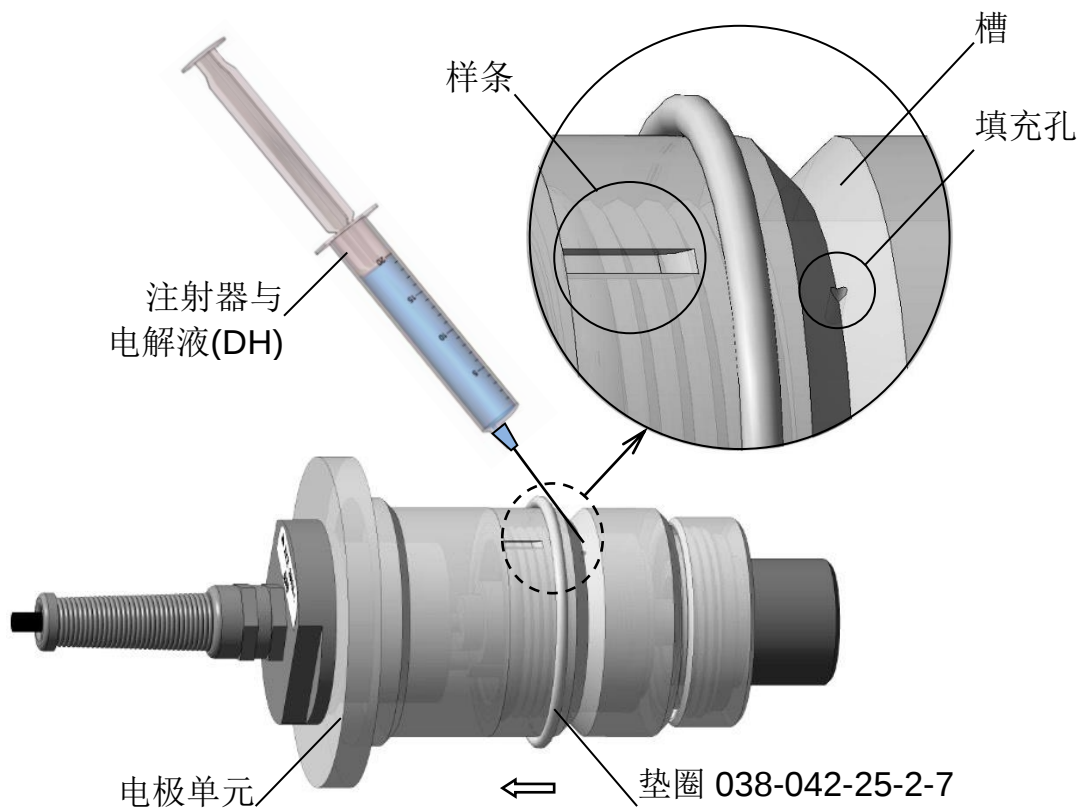

Figure 3.3 – 传感器填充电解液(DH-2)
- 4 向传感器中加入电解质（DH-2），如图 3.3 所示。请按以下步骤操作：